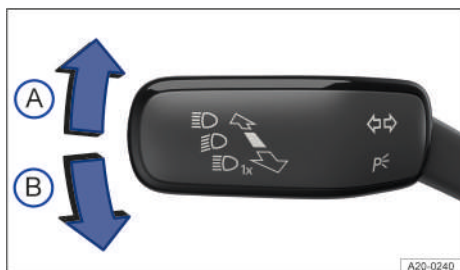

Fig. 116 En el lado izquierdo de la columna de dirección: palanca de los intermitentes y de la luz de carretera.
2. Mueva la palanca de los intermitentes y de la luz de carretera desde la posición central hasta la posición necesaria → fig. 116.